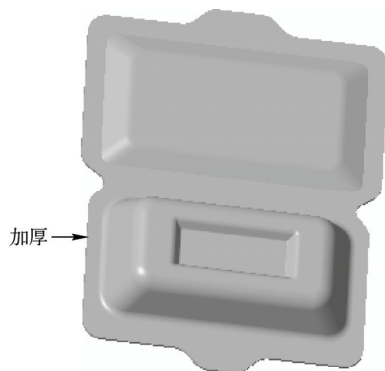

图 16-41 创建加厚特征
STEP 23 选择模型，单击“模型”选项卡“编辑”面板中的“加厚”按钮，打开“加厚”选项卡。在“总厚度”文本框中输入“1.5”，单击“完成”按钮，完成加厚特征的创建。此时即已完成饭盒的绘制，效果如图 16-41 所示。